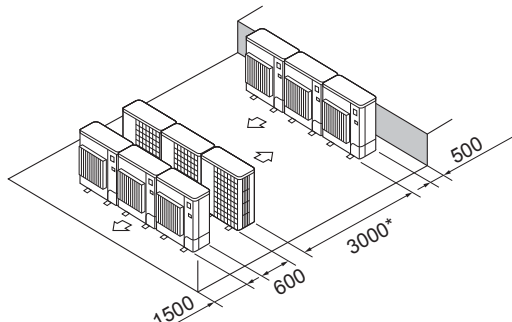

Fig. 2-13
⑥ Çoklu paralel ünite düzeni (Fig. 2-13)